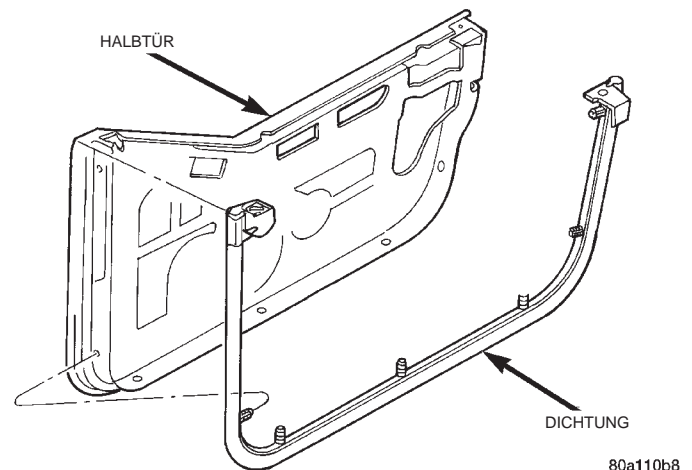

Abb. 40 Halbtürdichtung
- (3) Halteclips ausrasten, mit denen die Dichtung oben an der Tür befestigt ist.
- (4) Dichtung aus der Führung herausziehen.
- (5) Halteclips nach Bedarf ausrasten, mit denen die Führung der Dichtung an der Tür befestigt ist. Führung von der Tür abziehen (Abb. 40).